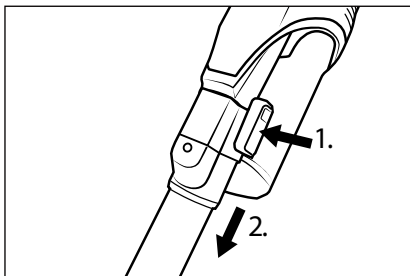

Fig. 11
- ♦ Pour retirer le tube d'aspiration **24** de l'appareil, maintenez la touche de déverrouillage du tube d'aspiration **25** enfoncée et retirez le tube d'aspiration **24** de l'orifice d'aspiration de l'appareil (voir fig. 11).